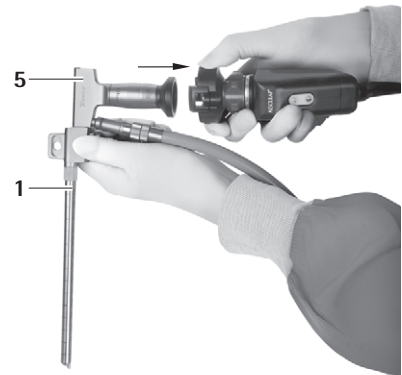
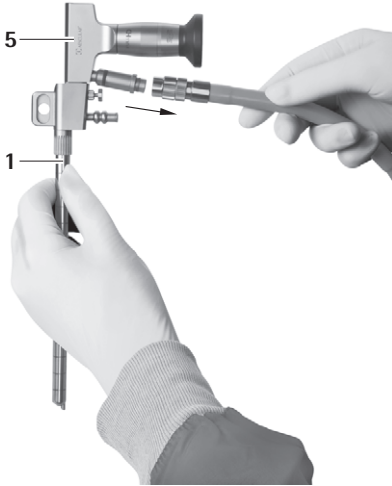

Fig. 6
Fig. 7
► Soltar el cable de luz y la cámara del endoscopio 5, ver Fig. 6 y ver Fig. 7.